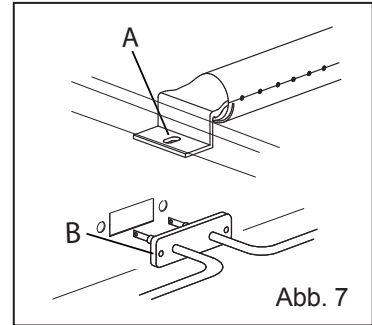

Abb. 7
- BEFESTIGUNGSSCHRAUBEN (ABB. 7/A) LÖSEN
- Befestigungsschrauben (Abb. 7/B) lösen und die elektrischen Anschlüsse trennen